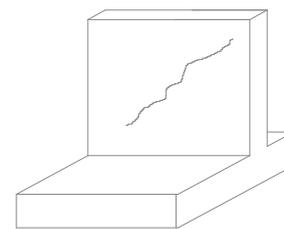

Fig.1: IVE
A.1. Proceso cuyo síntoma visible es una fisuración inclinada que aparece localizada en los paramentos verticales de los muros, tanto en el intradós como en el trasdós. Pueden manifestarse como fisuras o grietas. (Fig.1)